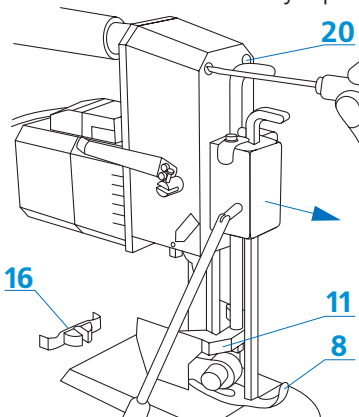
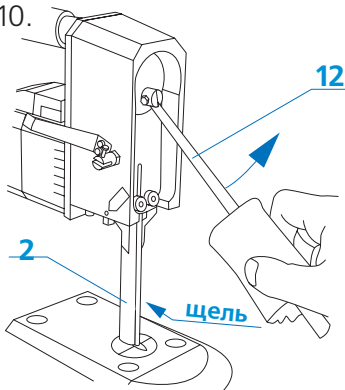

Рис. 7 - Откручивание верхней крышки
Рис. 9 - Снятие ножа
- выкрутить два винта (17) (второй находится по противоположной стороне машины),
- вынуть с задней стороны машины направляющий элемент заточного устройства (16),
- открутить винт (18), исполняющий роль оси рукоятки лапки,
- снять рычаг лапки, открутить четыре винта (20),
- снять переднюю крышку с заточным устройством (11) и лапку в направлении, указанном стрелкой на рис. 7,
- освободить винт (22), крепящий нож, ключом 7 мм,
- снять нож так, как показано на рис.9, согласно направлению стрелки.
Внимание! Нож следует держать в руке, используя толстый слой ткани, чтобы не порезать руку. Обязательно прочистить щель в направляющих (2), по которым перемещается нож. Вставить новый нож (12) (см. рис.9).